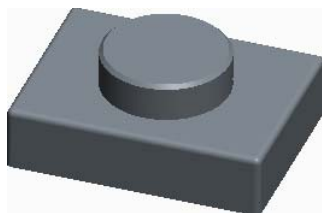

图 3.11.2 放置后的参考模型
Step3. 在“元件放置”操控板中选择  **默认** 命令，然后单击  按钮，完成参考模型的放置，放置后如图 3.11.2 所示。